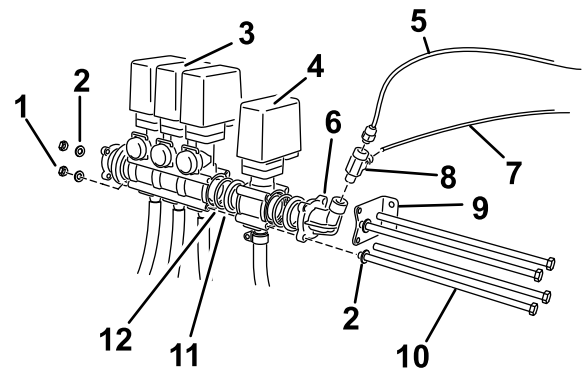

图5
4. 从散装零件中找到软管卷阀门总成，并对齐安装到现有阀门总成上(图5)。
6. 通过弯头适配器上的最靠近喷洒臂阀门安装支架的两个孔(图5)，将支架重新定位至阀门总成末端。
7. 将两个长螺栓(M8 X 260毫米)穿过安装支架，插入最靠近安装轨的软管卷和喷洒臂旁通阀体中的顶部孔和底部孔(图5)。
9. 使用剩下的两个带垫圈的螺栓(M8 X 260毫米)，通过阀体上的开孔将阀门总成紧固(图5)。
13. 安装三通接头(图5)